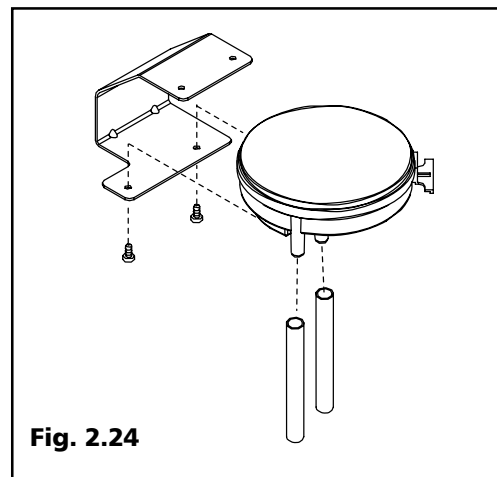

Fig. 2.24
2.18 Pressostato di sicurezza (P.A.D.) (Fig. 2.24)